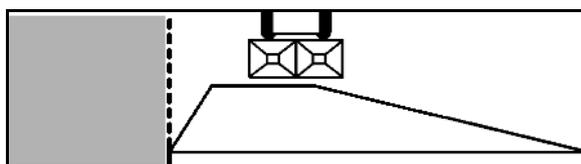

Fig. 47
1. Dispersión en límite según la normativa de abonado (Fig. 47):